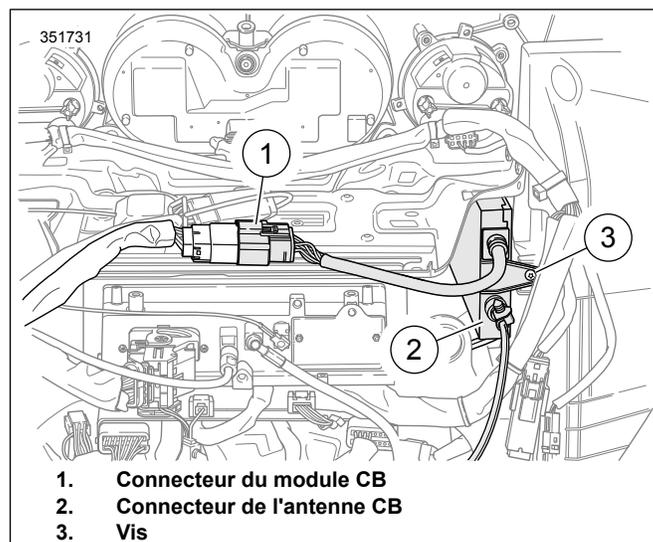

Figure 3. Connecteurs de faisceau du carénage intérieur
5. Voir Figure 3 . Connecter le boîtier de prise femelle à 12 fiches à la CB [184] (1).